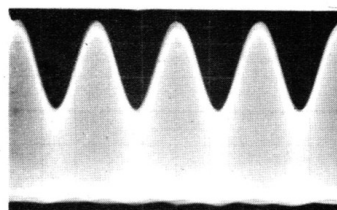

Fig. 2
- Brancher l'oscilloscope sur l'autre sortie et contrôler le rapport Tension BF de la voie modulée/Tension résiduelle de l'autre voie. Ce rapport doit être supérieur à 20 dB (fig. 2).